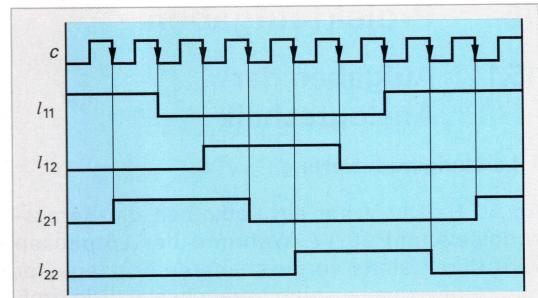

Bild 1: Zeitablaufdiagramm für Halbschritt-Ansteuerung
3. Bei einem Zweistrang-Schrittmotor ist das Zeitablaufdiagramm **Bild 1** mit einem Zähler mit Codeumsetzer zu verwirklichen. a) Bis zu welcher Zahl muss der Zähler mindestens zählen können? b) Wie lauten die minimierten Schaltfunktionen? c) Geben Sie die Schaltung des Codeumsetzers aus NAND-Elementen an.
4. Für die Steuerschaltung eines Zweistrang-Schrittmotors mit dem Zeitablaufdiagramm **Bild 1** ist ein Zähler aus vier beschalteten JK-Kippliedern zu entwerfen. a) Wie lauten die minimierten Schaltfunktionen? b) Wie lauten die Problemfunktionen?